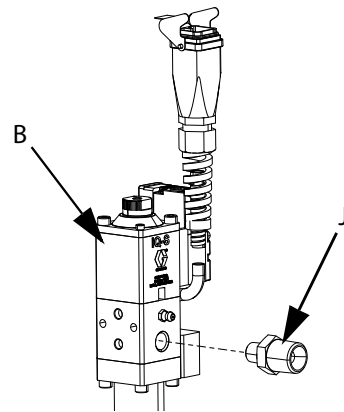

Рис. 26
- 8. Подсоедините фитинг, соединяющий поворотный фитинг и клапан (J), к раздаточному клапану (B), как показано на рис. Рис. 26.